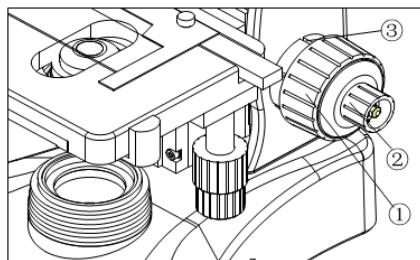

Fig.18
3.2.3 Enfoque de la muestra (Fig.18, 19)